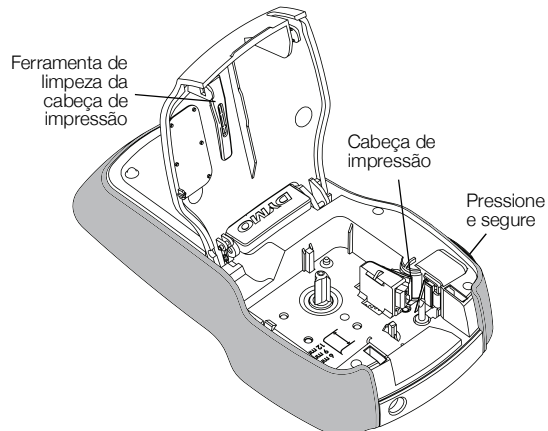

Figura 7
- 2 Pressione e segure o botão do cortador para expor a lâmina. Consulte a Figura 7.
- 2 Remova a 'ferramenta de limpeza do cabeçote de impressão' do interior da tampa do compartimento de etiquetas. Consulte a Figura 7.